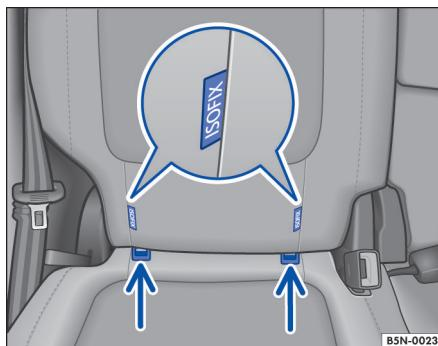

图 68 安装在后排外侧座椅地板上的 ISOFIX 儿童座椅固定环
- 按上图箭头所示将儿童座椅压到 ISOFIX 固定环上 ⇒ 图 68，直至听到儿童座椅的啮合声。
后排外侧座椅配有两个 ISOFIX 固定环，与车身相连 ⇒ 图 68。